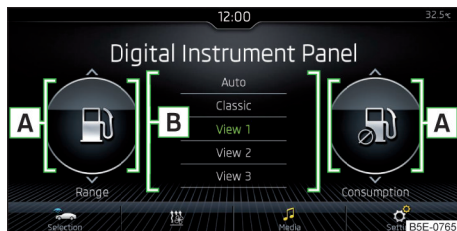

Fig. 38
- ▶ În zonele **A** » fig. 38, selectați informațiile suplimentare dorite printr-o mișcare verticală a degetului pe afișaj.